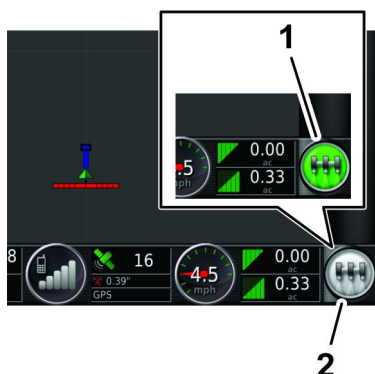

Figura 241
8. Sul quadro di comando di GeoLink, premete l'icona dell'INTERRUTTORE PRINCIPALE (Figura 241) portandola su ACCESO (verde).